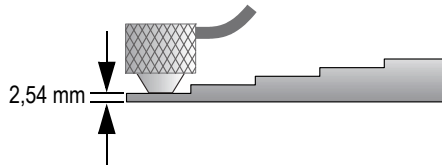

Figure 5-6 Étalonnage de la vitesse de propagation de l'onde ultrasonore à l'aide d'un bloc étalon à 5 gradins — Partie mince
- b) Placez la sonde sur le gradin mince du bloc étalon (voir la Figure 5-6 à la page 71), et puis appuyez sur la touche [CAL ZERO].